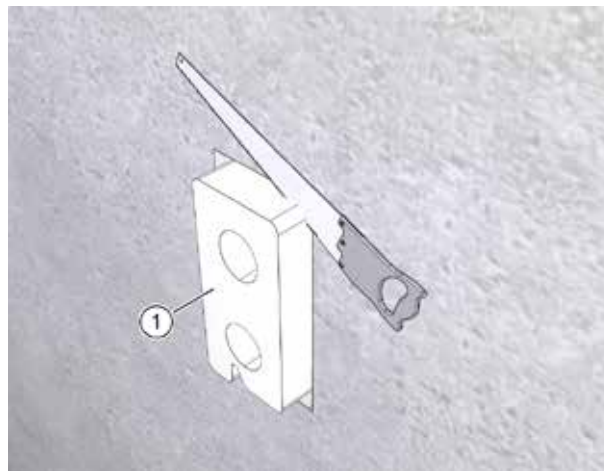
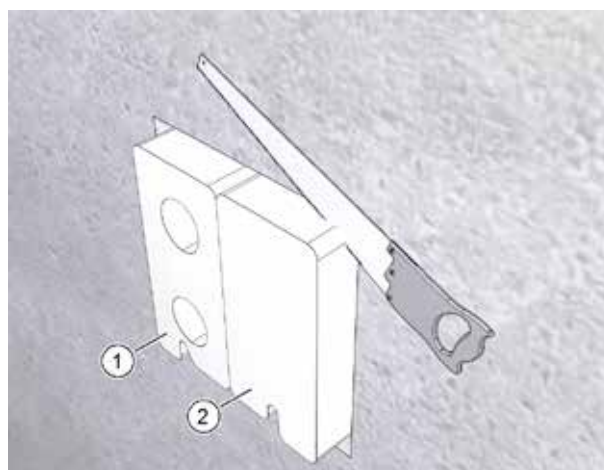

Fig. 22: Modifica della cassetta a muro **senza** elemento di riempimento
Fig. 23: Modifica della cassetta a muro **con** elemento di riempimento
- ▶ Con una sega per polistirolo, accorciare la cassetta a muro sporgente (pos. 1 nella Fig. 22 e Fig. 23) ed eventualmente l'elemento di riempimento (pos. 2 nella Fig. 23) in modo che siano a livello con la parete massiccia o con l'isolamento applicato.